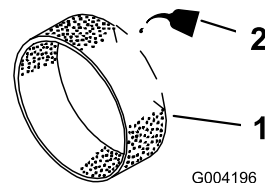

Figure 15
- Imbibez le préfiltre de 30 à 60 ml d'huile (Figure 15).